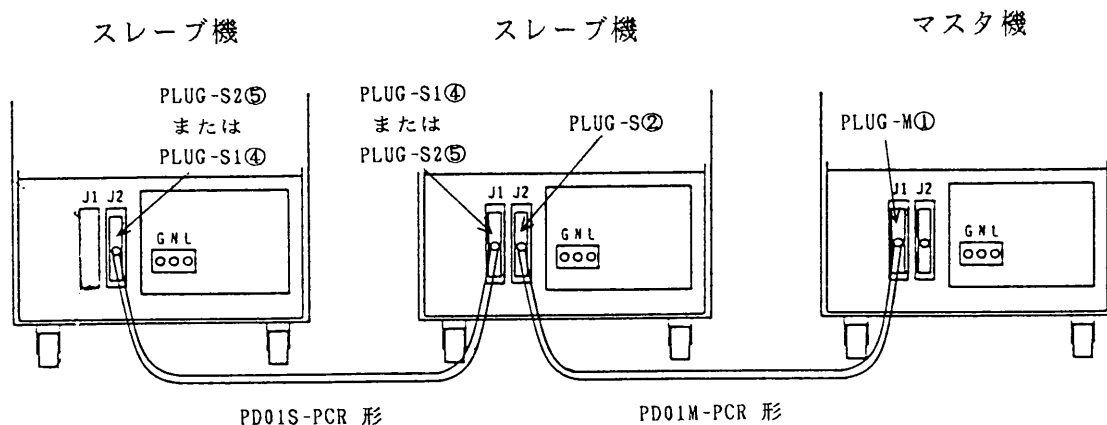

図 3-9
(1) 項と同様にマスタ機を決めて、2 台の PCR シリーズを PD01M-PCR 形で接続してください。次に、残りのスレーブ機同士を PD01S-PCR 形で接続してください。PLUG-S 1 ④及び PLUG-S 2 ⑤はどちらに接続してもかまいません。(図 3-9 を参照してください。)